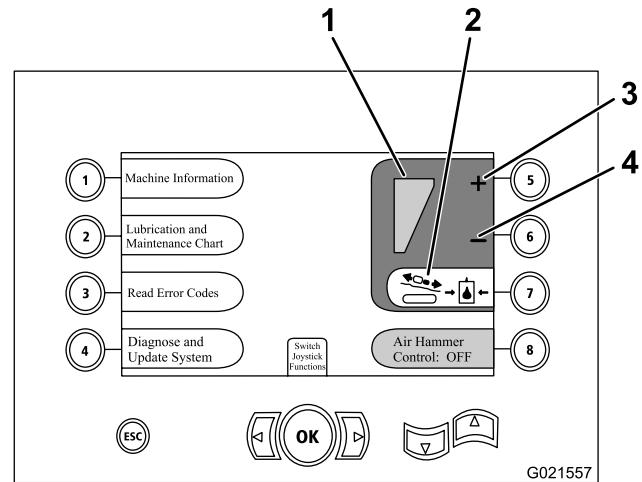

Рисунок 70
1. Нажмите кнопку 7 на данной странице для настройки позиции давления каретки в положение «Вкл.» (зеленое), как показано на Рисунок 70.